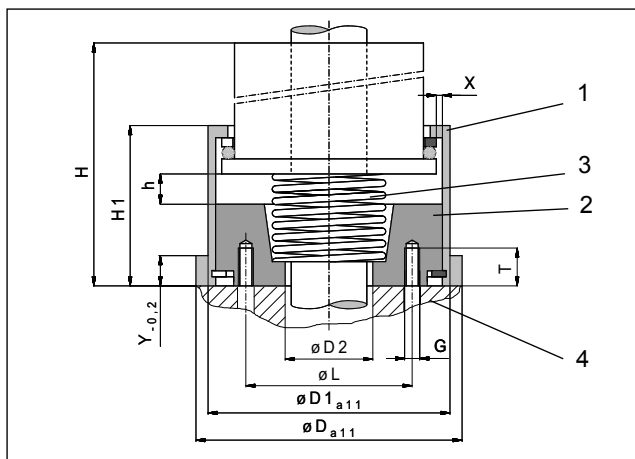

Abb. 1: Abmessungen Federsockel für Absturzsicherungen KR 25 bis KR 80 und KRP 25 bis KRP 80
Das Gehäuse (1), *Abb. 1* ist über die Bodenplatte (2), *Abb. 1* fest mit dem Maschinengestell (4), *Abb. 1* verbunden.
Die Feder (3), *Abb. 1* drückt die gelöste und unbelastete Absturzsicherung nach oben an den Anschlag.
Die Absturzsicherung kann sich innerhalb des Gehäuses (1), *Abb. 1* sowohl vertikal (um den Hub h) als auch horizontal (um das Radialspiel von X mm) zum Maschinengestell (4), *Abb. 1* bewegen.